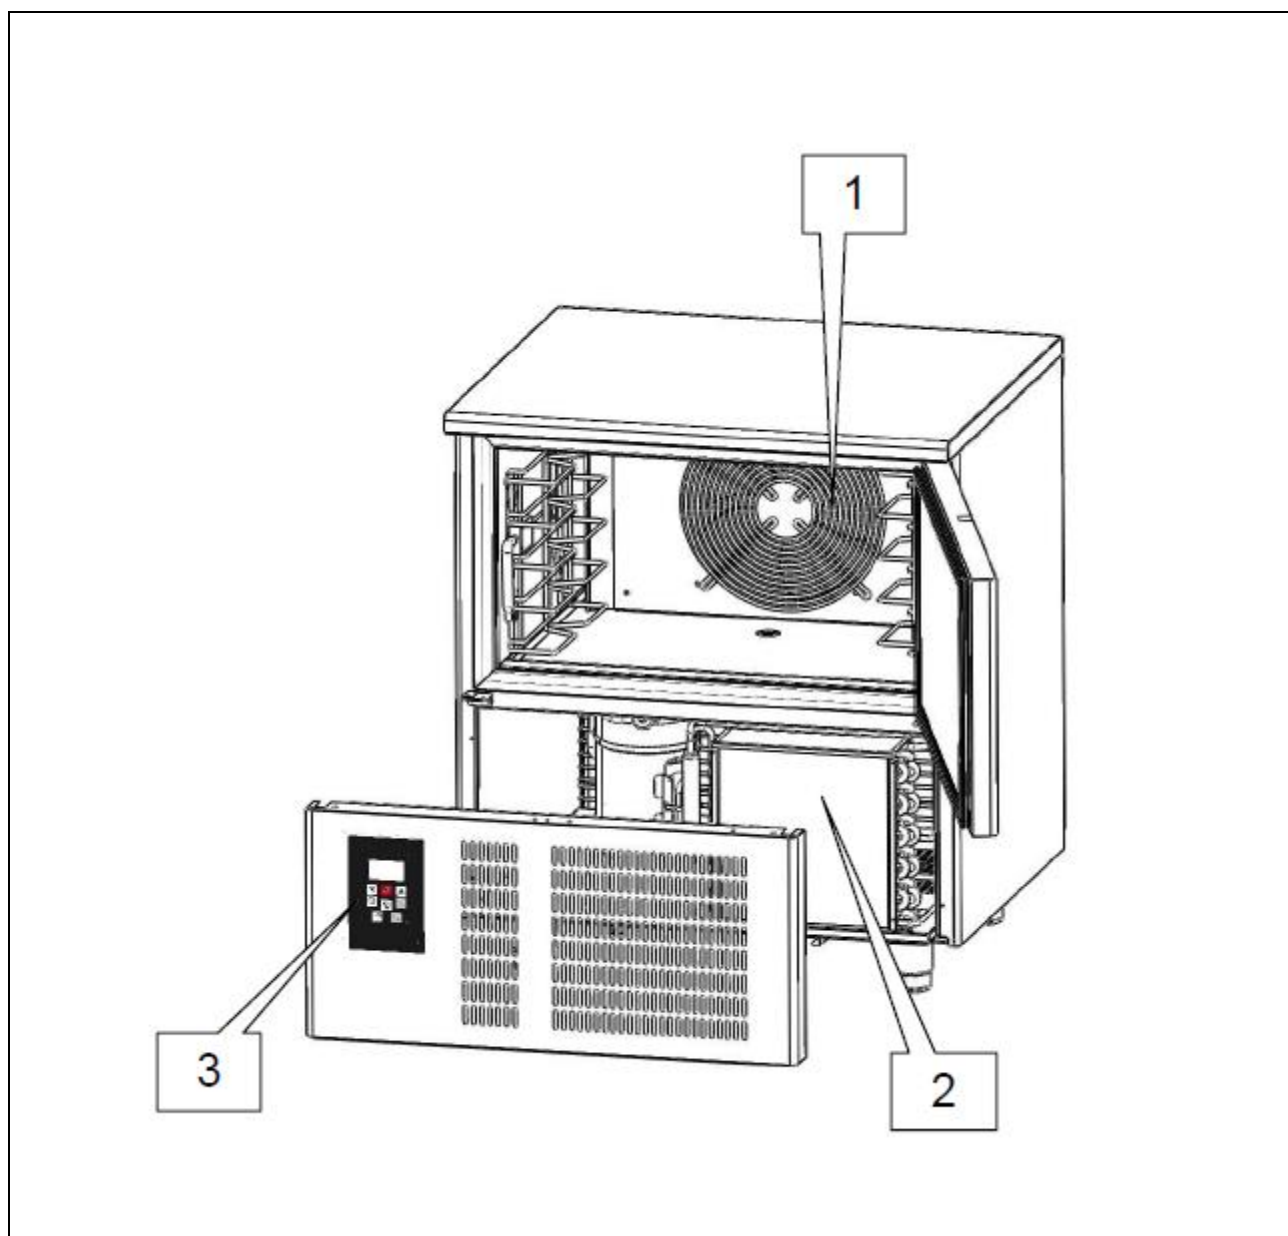

Рис. 3
- конденсаторный блок (поз. 2, рис. 3);
- испарительный блок (поз. 1, рис. 3);
- панель управления (поз. 3, рис. 3).